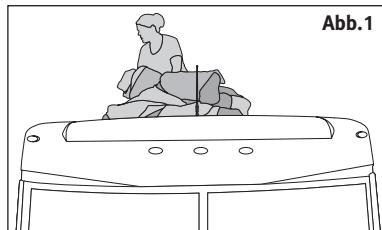

Abb.1
2. Klettern Sie vorsichtig auf das Dach und nehmen Sie Ihre Abdeckung aus dem Einlagerungsbeutel heraus (Abb. 1). Platzieren Sie die aufgerollte Abdeckung vorne in der